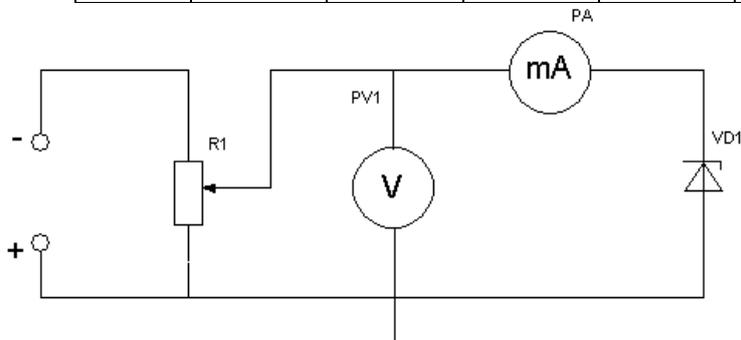

Рисунок 2.4. Исследование полупроводникового стабилитрона при прямом включении
3. Собрать схему (рисунок 2.4)
4. Снять прямую ветвь вольтамперной характеристики опорного диода  $I_{пр} = f(U_{пр})$  по схеме (рисунок 2.4)